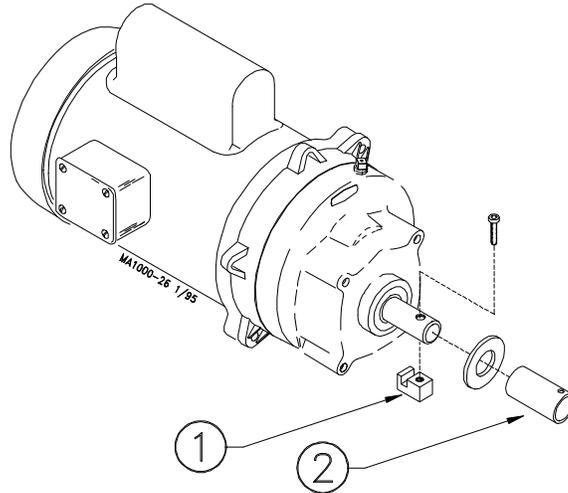

Figura 16. Instalación del sinfín Modelo 55 (Extremo del impulsor)
La Figura 16 muestra el procedimiento de instalación del impulsor Modelo 55. No se muestra la unidad de control para claridad de la figura.
3. Girar el sinfín para que quede totalmente engranado en el impulsor. Apretar los tornillos firmemente para fijar el sinfín a la unidad de control. Ver la Figura 16 ó 17.